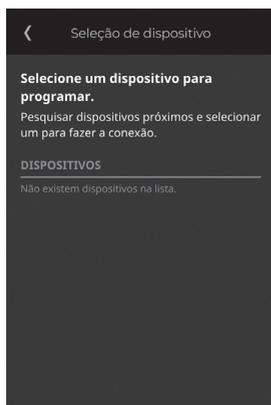

Figura 7A - Tela conexão bluetooth
5. O aplicativo solicitará a conexão com o VFD BC-92 N disponível no local. Para isso, habilite o Bluetooth 4.0 (BTLE) do seu dispositivo e clique em PESQUISA para encontrar o produto, conforme Figura 7A.